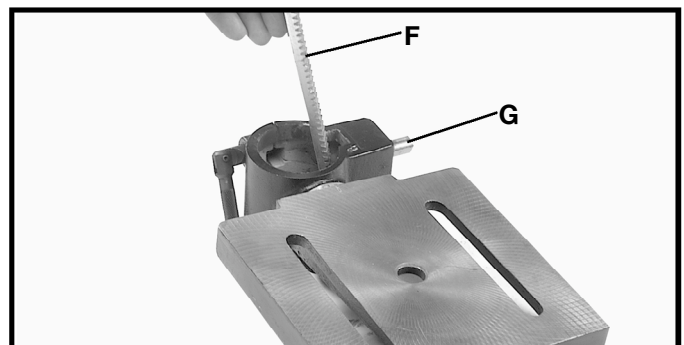

Fig. 6
3. Inserte el soporte de elevación (F) Fig. 6, que fue quitado en el **PASO 1**, en la ranura localizada en el soporte de mesa, asegurándose que los dientes del tornillo sin fin (G) localizados dentro del soporte de mesa estén engranados con los dientes del soporte de elevación (F).